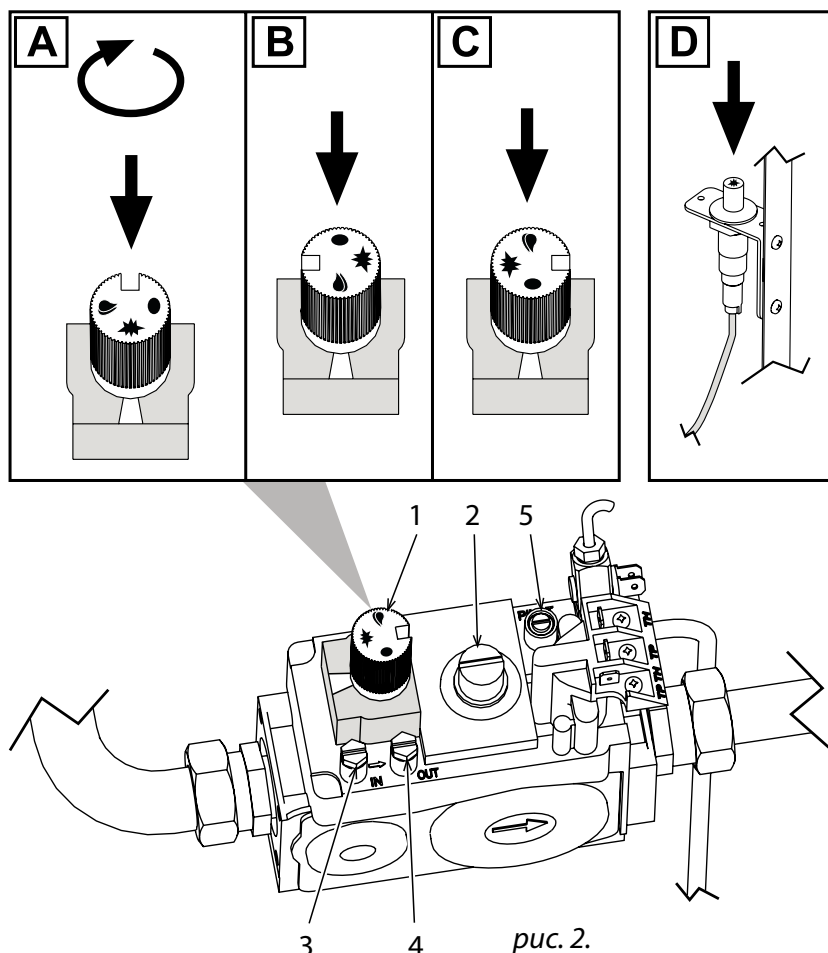

рис. 2.
- Стравите воздух из газовых труб, открыв штуцер замера давления газа на входе (позиция 3, рис. 2.);
- Нажмите и переведите ручку управления (позиция 1, рис. 2.) в положение А;
- Зажгите пилотную горелку путём многократного нажатия на кнопку пьезорозжига (позиция D, рис. 2.);
- Нажмите и переведите ручку управления 1 (позиция 1, рис. 2.) в положение В (рис. 2.);
Для выключения котла нажмите и переведите ручку управления 1 (позиция 1, рис. 2.) в положение С.
2. Подключите манометр к штуцеру замера давления «OUT» (позиция 4, *рис. 2.*);
3. Открутите защитный колпачок регулятора давления (позиция 2, *рис. 2.*);
С помощью винта регулировки расхода газа (позиция 2, *рис. 2.*) задайте необходимое давление газа (см. «Таблица технических характеристик Pegasus TP 25 - 45»)